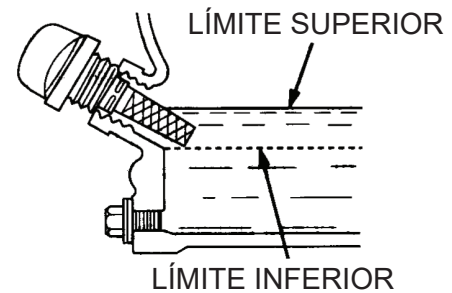

Figura 6. Varilla de medición de aceite del motor (nivel de aceite)
4. Si el nivel de aceite está bajo (consulte la Figura 6), llene hasta el borde del orificio de llenado con el tipo de aceite recomendado (Tabla 5). La capacidad máxima de aceite es de 0,61 cuartos (0,58 litros).